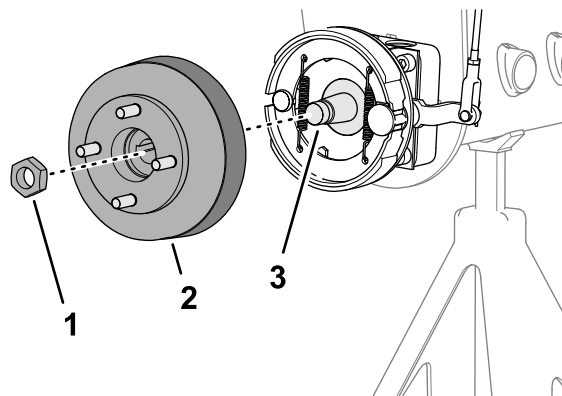
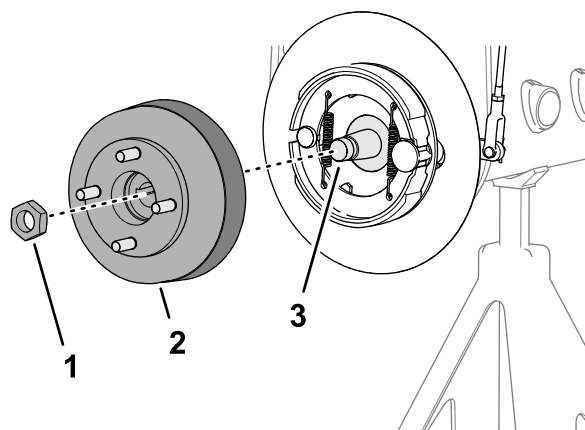

图 70
图 71
3. 将轮毂和制动鼓组装到车轮马达轴上图 70 或图 71。
4. 用锁紧螺母将轮毂固定到轴上图 70 或图 71 并用手拧紧。